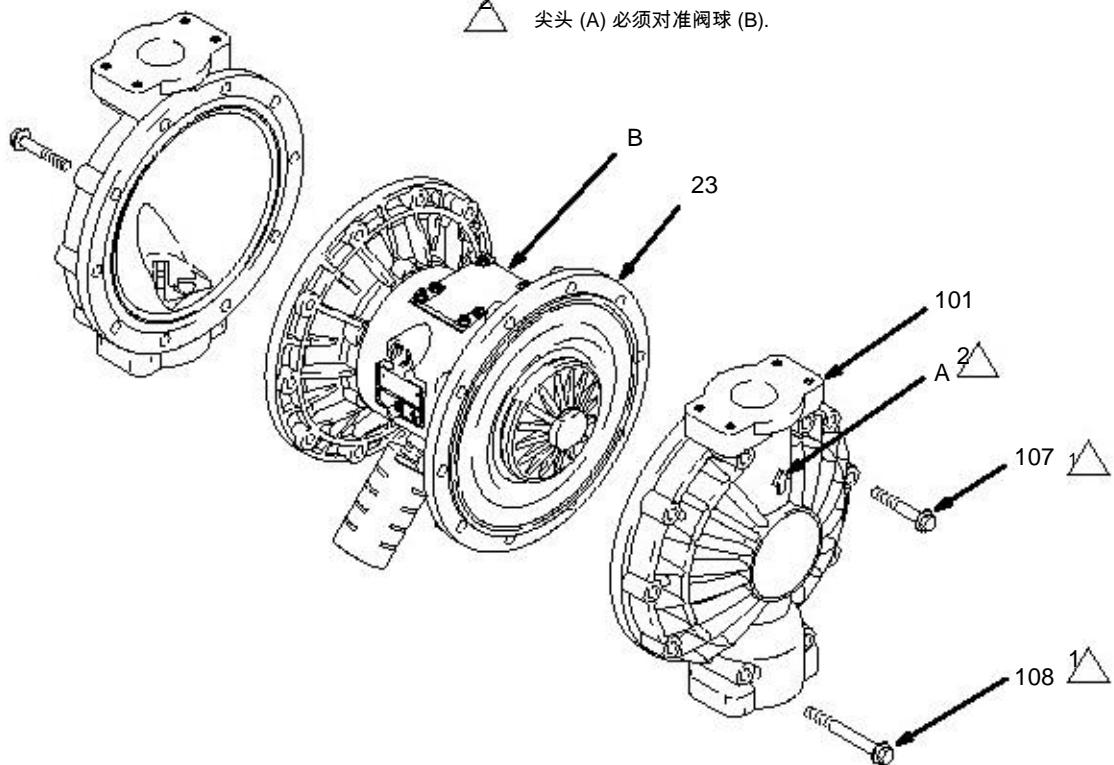

Fig. 12
3. 使用13 mm 套筒扳手移除流体盖 (101) 与气盖 (23) 的螺丝 (107) 和 (108) 。从泵上拉下流体盖 (101), 见图12.
上. 见图12.